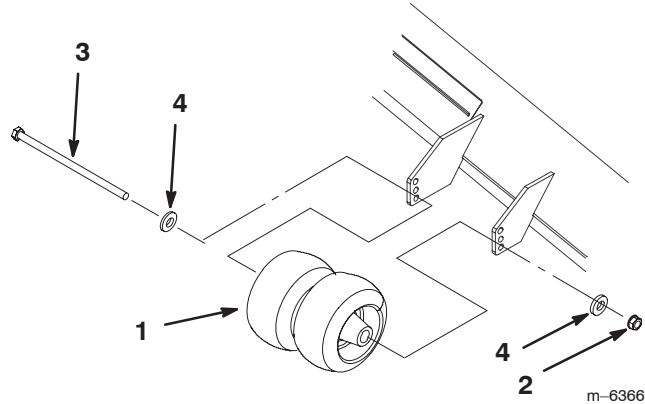

Figure 23
- Après avoir réglé la hauteur de coupe, vérifiez que les roues de jauge procurent une garde au sol minimale de 10 mm (Fig. 23).
- Si un réglage est nécessaire, retirez le boulon, les rondelles et l'écrou (Fig. 23).
- Choisissez le trou requis pour que les roues de jauge soient à 10 mm ou plus du sol (Fig. 23).
- Remettez le boulon, les rondelles et l'écrou (Fig. 23).